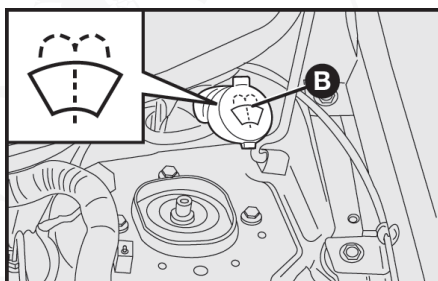

fig. 4
**LÍQUIDO DEL LAVAPARABRISAS - fig. 4**